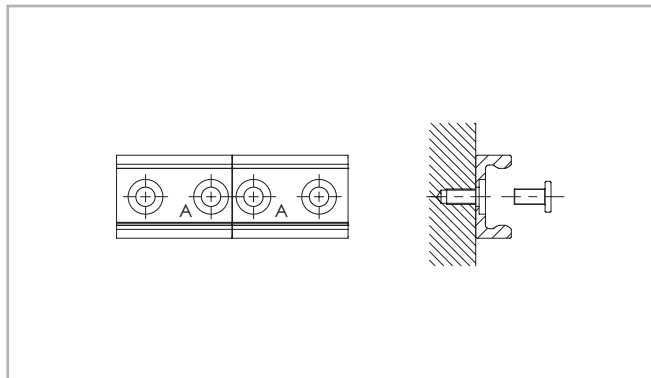

Fig. 80
- (1) Fijar las guías simples en la superficie de montaje apretando todos los tornillos salvo el último en cada unión de guía.
- (2) Colocar los tornillos de anclaje terminal sin apretarlos (véase Fig. 80).